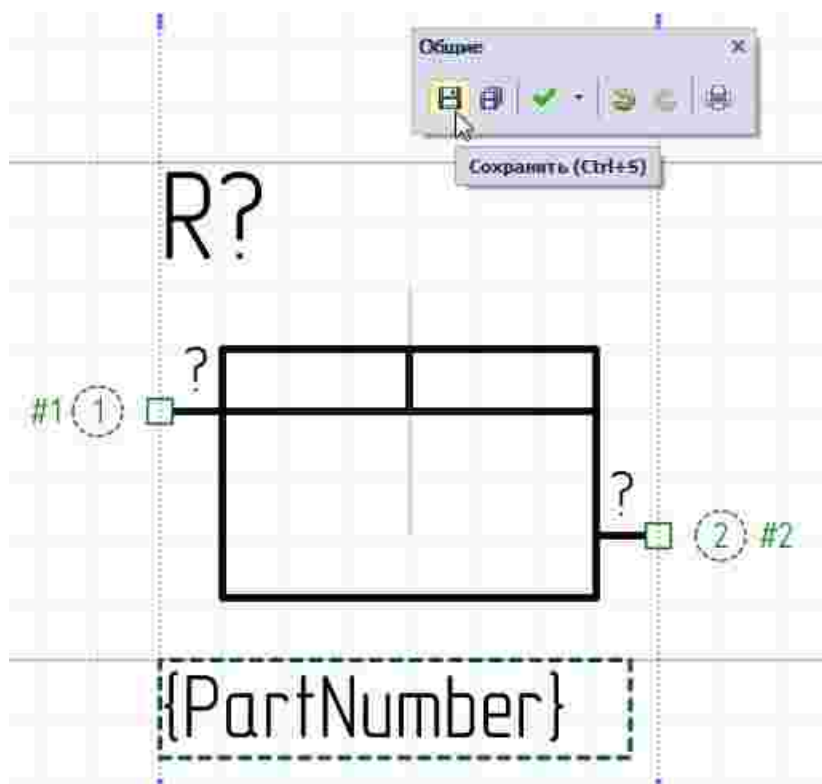

Рис. 251 Создание и сохранение УГО для базового типа представления (при повороте на 0°)
1. Создайте графику УГО, разместите выводы, заполните всю необходимую информацию по атрибутам и стилю их отображения и нажмите «Сохранить» на панели инструментов «Общие», Рис. 251.